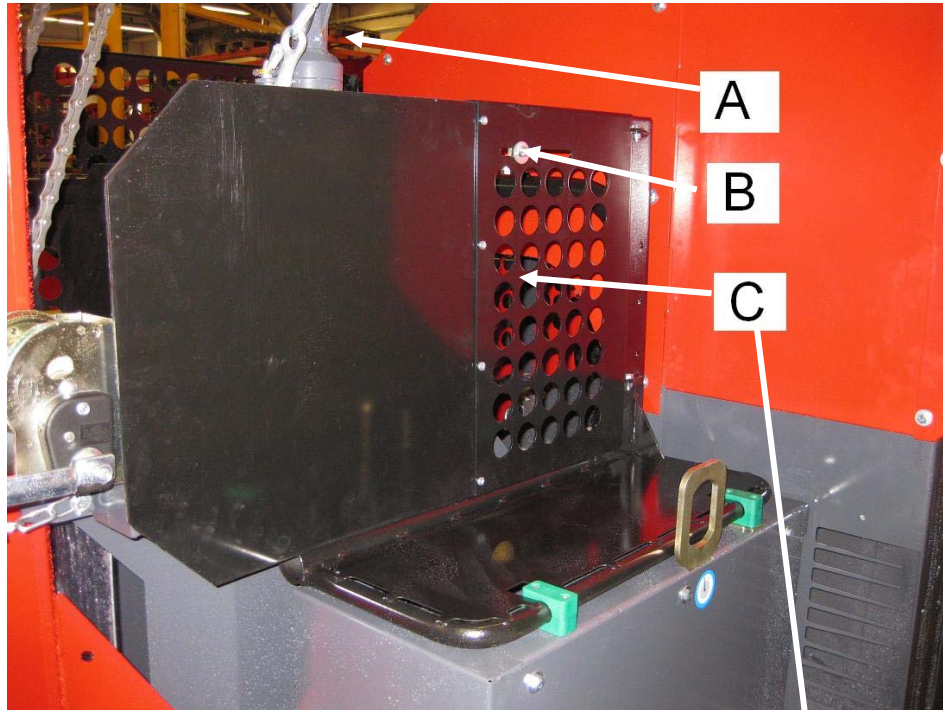

Fig. 15
N.B. : Lors de l'installation de la lame, vérifiez que la clavette de blocage (A) est en place.
9.2 Remplacement de la cartouche de coins (modèle Power 90sG), Fig. 15, 16 et 17
1. Ouvrez le capot arrière B, Fig. 15.
3. Déroulez le treuil, Fig. 15 et 17.
4. Sortez la cassette de coins usagés à l'aide du treuil C et la poutre de levage A et mettez en place la nouvelle cassette, Fig. 15 et 17.